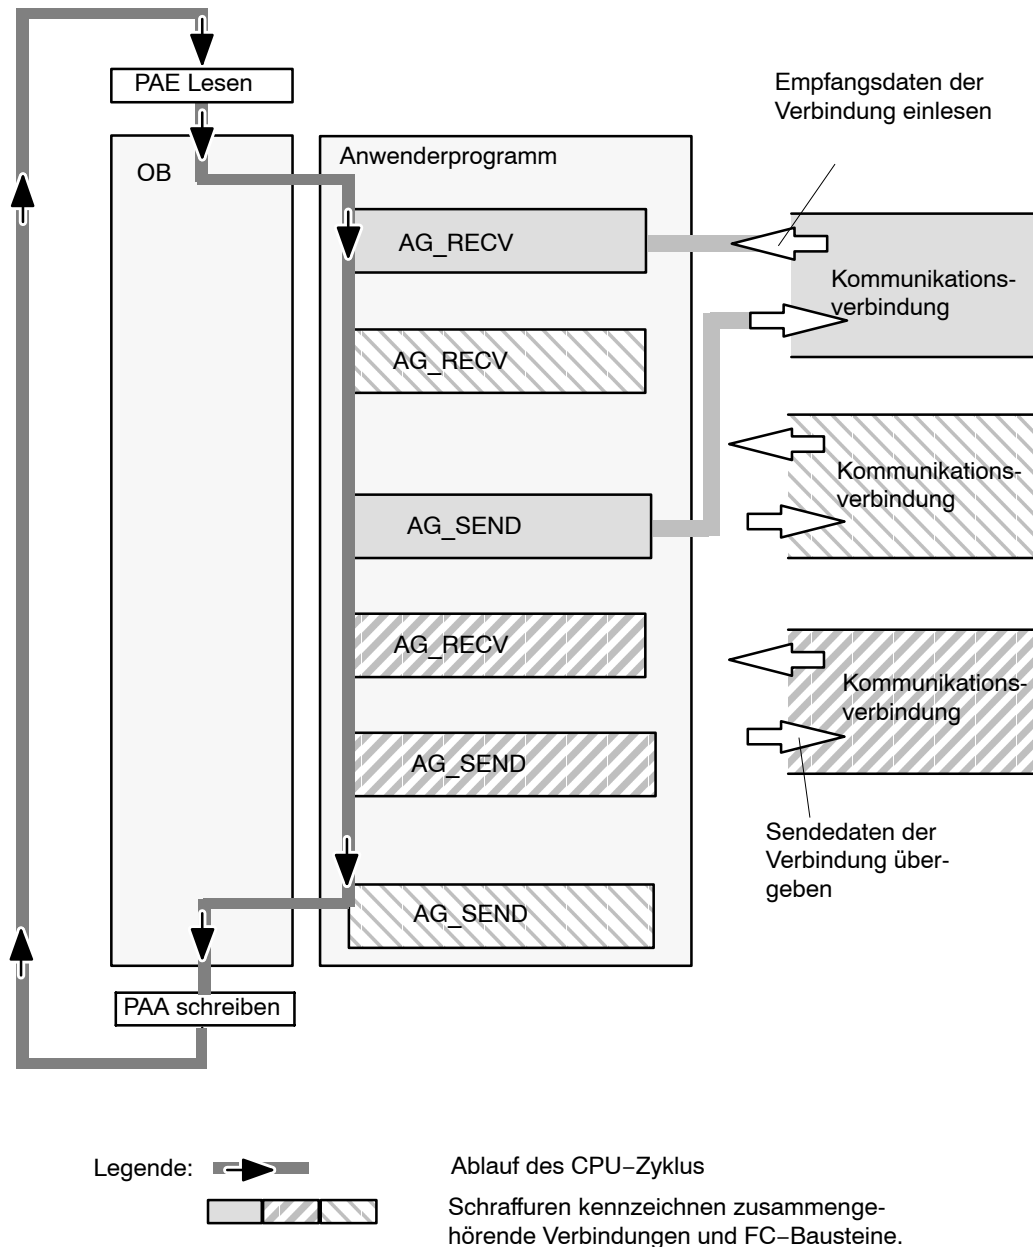

Bild 4-2 Typische Ablaufsequenz für FC-Bausteine im CPU-Zyklus
- Das Anwenderprogramm, das aus beliebig vielen Bausteinen (OB, FB oder FC -> siehe auch /5/) bestehen kann, greift auf mehrere Verbindungen zu (im Bild 4-2 dargestellt sind 3 Verbindungen).